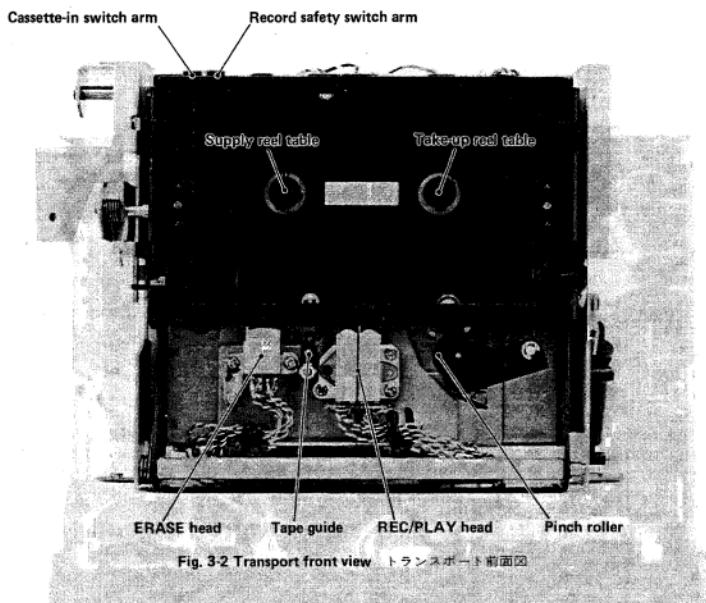

Fig. 3-2 Transport front view トランSPORT前面図
2. Push up the cassette switch (transport protection lever) shown in Fig. 3-2, then while holding the cassette switch up, press the PLAY button to engage the pinch roller and capstan shaft.
1. カセット・イン・スイッチ・アーム(図3-2)を上方に押して、ブレイ・モードにする。測定中、スイッチ・アームは上方に押し続けること。